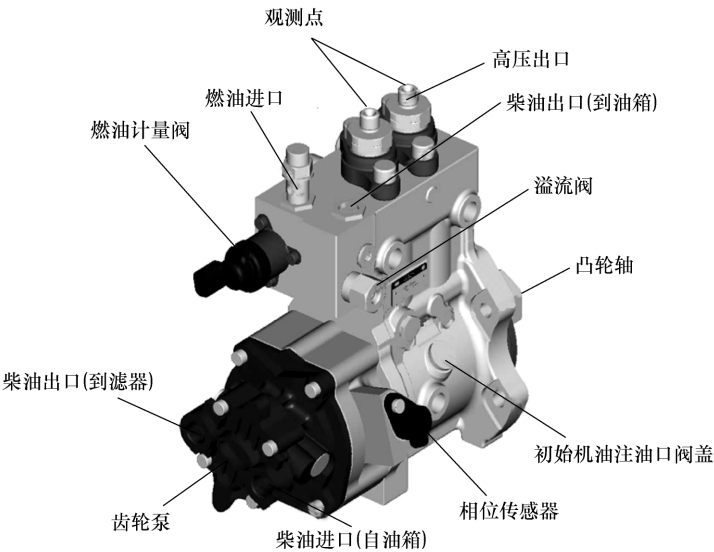

图 9-11 高压油泵性能检查
(1) 潍柴 WP10/12 共轨柴油机高压油泵测试 高压油泵磨损、损坏会导致轨压不能有效建立。检查高压油泵时，首先要断开高压油泵的两根出油管，然后用起动机拖动发动机运转，观察油泵出油情况，出油孔喷出的油柱可以达到 2~4cm 为正常，明显低于 2cm，说明泵已经损坏，应换新件（如图 9-11 所示）。